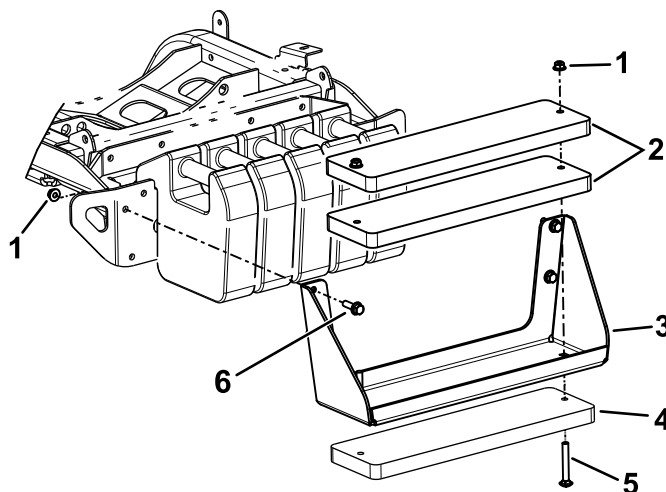

Figure 21
Remarque: Voir la procédure sous Figure 21.
- A. Utilisez les boulons ($\frac{3}{8}$ " x 4") et écrous ($\frac{3}{8}$ ") pour fixer les 3 masses sur le support (Figure 21).
- B. Utilisez les boulons à tête hexagonale et les écrous (inclus dans le kit) pour fixer le support de masses sur la machine (Figure 21).
- A. Déposez le support de masses de la machine (Figure 21).
- C. Utilisez les boulons ($\frac{3}{8}$ " x 4") et écrous ($\frac{3}{8}$ ") pour fixer les 3 masses sur le support (Figure 21).
- D. Utilisez les fixations retirées précédemment pour fixer le support de masses sur la machine (Figure 21).